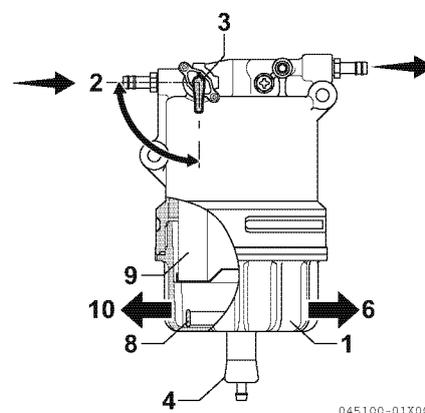

Figure 5-12
1. Placez un récipient homologué sous la coupelle (1, Figure 5-12) du séparateur d'eau pour recueillir les contaminants.
2. Fermez le robinet de carburant (3, Figure 5-12) en le tournant sur la position (2, Figure 5-12).
3. Desserrez la vanne de vidange (4, Figure 5-12) et retirez le fioul et la substance mélangée. Voir Vidangez le séparateur d'eau à la page 5-8.
4. Tournez la coupelle (1, Figure 5-12) vers la gauche (10, Figure 5-12) et retirez-la du support. S'il est équipé d'un capteur de vidange, retirez le câble à l'avance.
5. Lors du retrait de la coupelle, l'élément (9, Figure 5-12) peut se détacher. Retirez délicatement la coupelle pour éviter que du carburant ne se répande. Si vous renversez du carburant, nettoyez-le complètement.
6. Retirez l'anneau flottant (8, Figure 5-12) de la coupelle. S'il est équipé d'un capteur de vidange, il n'y a pas d'anneau flottant. Déplacez le drain à l'intérieur de la coupelle vers le récipient spécifié et vidangez selon une méthode prédéfinie.
11. Fixez le support sur la coupelle. Serrez vers la droite (6, **Figure 5-12**) à un couple de 27 à 33 N·m (2,8 à 3,4 kgf·m). Veillez à toujours serrer à la main.
13. Ouvrez le robinet de carburant (3, **Figure 5-12**).